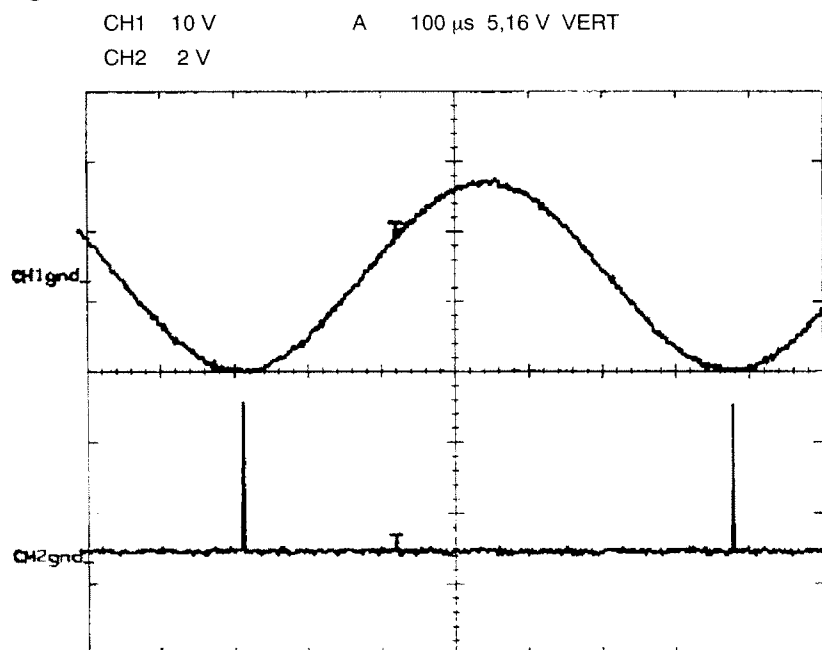

Bild 28.
- Kontrollera att synkpulsen ligger på sinusvågens max eller minpunkter i PAR- och ASR-mod. Se bild 28. Vid behov justera RV6404 i Funktionsgeneratoren. Kontrollera att sinusformen är god.